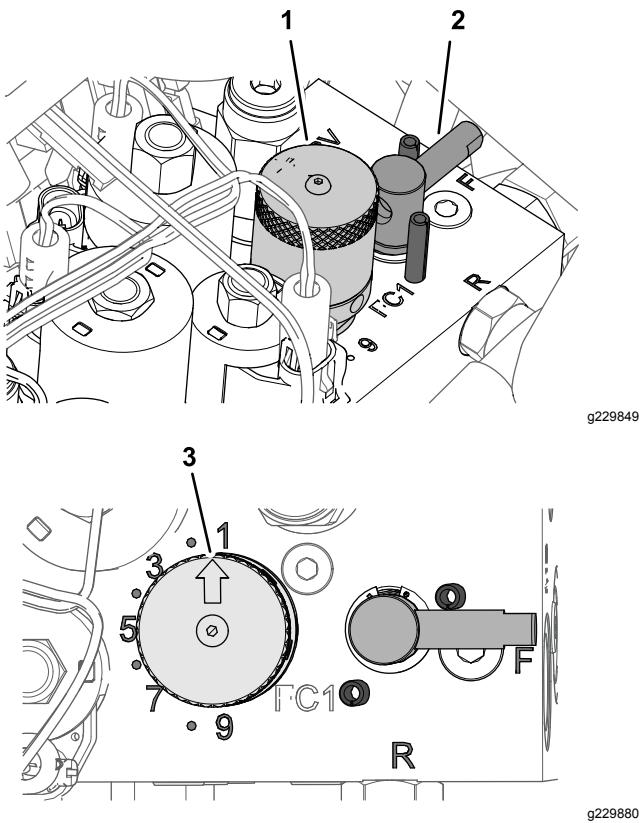

Figura 54
5. Para ajustar a velocidade dos cilindros, rode o manípulo do controlo da velocidade do cilindro (Figura 54) até que as setas indicadoras fiquem alinhadas com o número que determinou no passo 3.